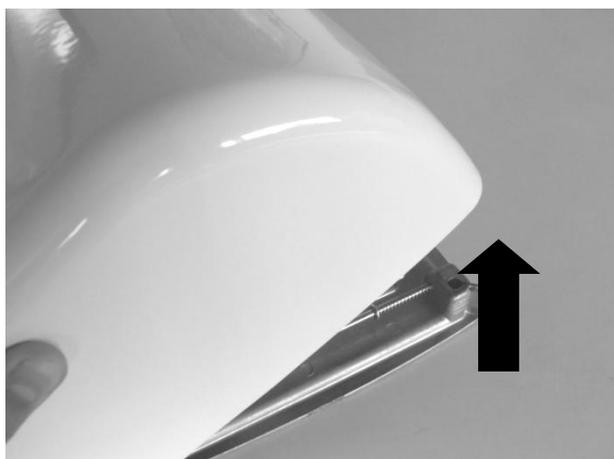

Fig.3
3. Estrarre la carrozzeria dalla base dell'apparecchio sollevandola verso l'alto (fig.3).